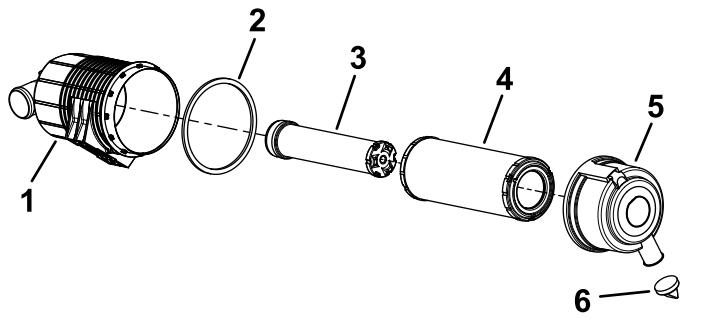

図 35
- 警告が発せられたら、エアクリーナーフィルターと安全要素を整備すること(図 35)。